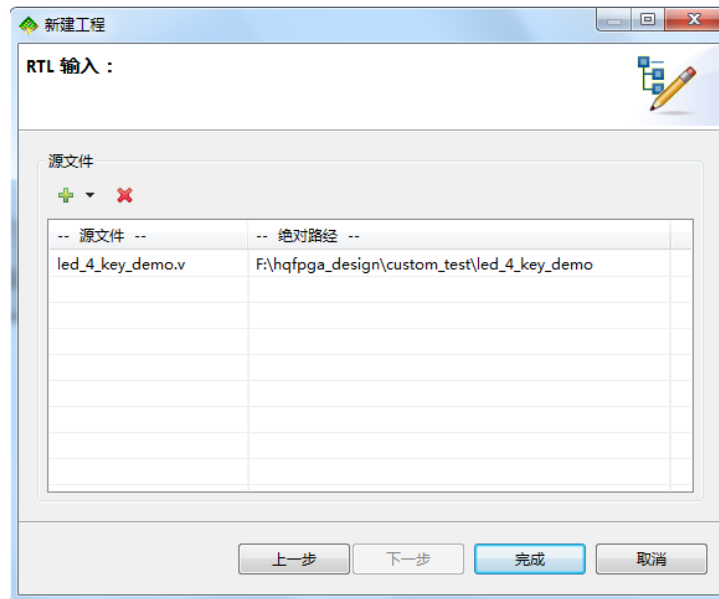

图 4-6 工程创建界面 2
2) 在图 4-6 界面中添加我们提供的 verilog 源文件，点击“完成”；